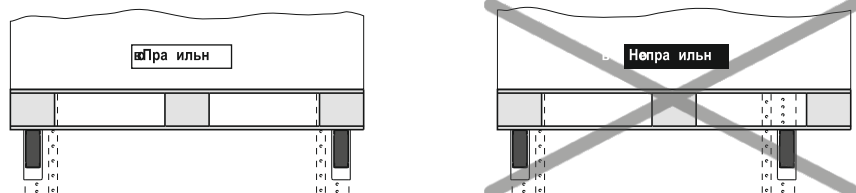

Рисунок 6 - Размещение грузовой единицы на балках
- Грузовая единица должна быть равномерно размещена и сбалансирована на паре несущих балок, формирующих ярус стеллажа (рис. 6);